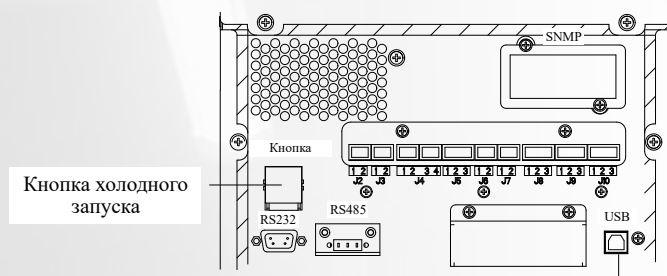

Рис. 4-1 Расположение кнопки холодного запуска от аккумуляторной батареи
- 2) Нажмите и удерживайте красную кнопку холодного запуска от аккумуляторной батареи, пока индикатор «ВАТ» не начнёт мигать зелёным, что указывает на питание системы от батарей. Расположение кнопки холодного запуска от аккумуляторной батареи показано на рис. 4-1.